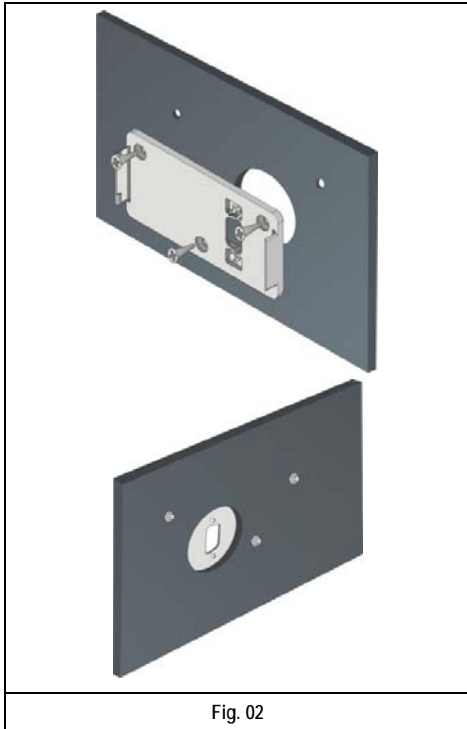

Fig. 02
2. Fixar o suporte da IHM com os parafusos e as porcas (Fig. 02).
2. Fije el soporte de la IHM con los tornillos y las tuercas (Fig. 02).
2. Fixez le support de l'IHM avec les vis et les écrous (Fig. 02).
2. Attach the HMI base using the screws and nuts (Fig. 02).